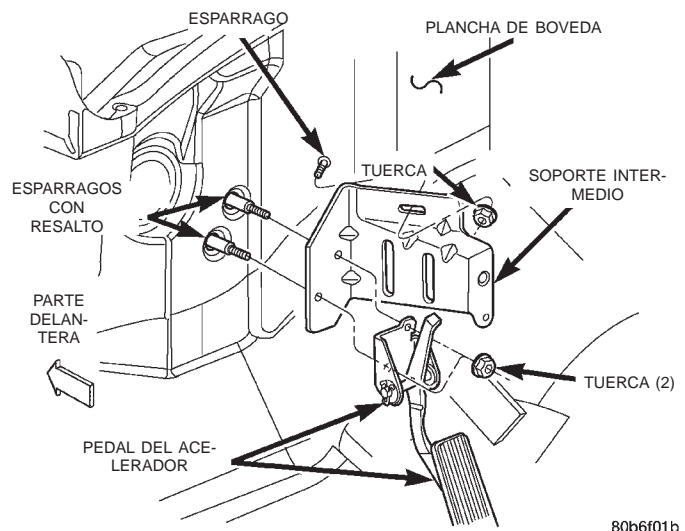

Fig. 47 Desmontaje e instalación del soporte intermedio del tablero de instrumentos
(1) Desconecte y aisle el cable negativo de la batería.
(2) Retire el conjunto de pedal del acelerador de los espárragos con resalto en la plancha de bóveda. Para informarse sobre los procedimientos, consulte **Pedal del acelerador** en la sección Desmontaje e instalación del grupo 14, Sistemas de combustible.
(3) Retire el tablero de instrumentos del vehículo. Para informarse sobre los procedimientos, consulte **Conjunto de tablero de instrumentos** en la sección Desmontaje e instalación de este grupo.
(4) Retire la tuerca que fija el soporte intermedio del tablero de instrumentos en el espárrago de la plancha de bóveda (Fig. 47).